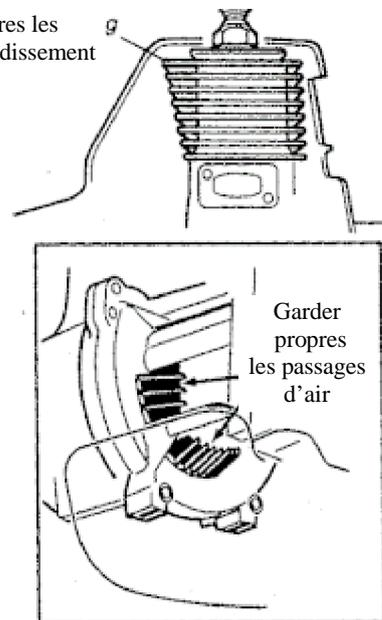

Figure 33
- Nettoyer le moteur de la saleté et des dépôts, vérifier que les ailettes de refroidissement et le filtre à air ne sont pas bouchés. Nettoyer autant que nécessaire. Voir Figure 33.